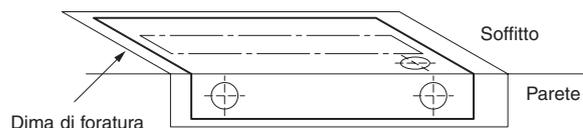

Fig. 3-37
(1) Collocare la dima di foratura (in dotazione) sul controsoffitto nel punto in cui si vuole installare l'unità interna. Usare una matita per segnare i fori da praticare. (Fig. 3-37).